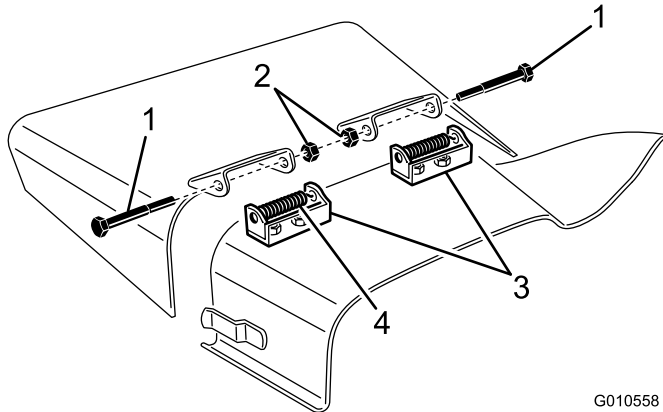

Bild 29
4. Entfernen Sie die zwei Kopfschrauben, Sicherungsmuttern und Federn, mit denen die Befestigungen des Ablenkblechs an den Schwenkhaltungen befestigt sind (Bild 29).
5. Entfernen Sie die Schlossschrauben und die Muttern, um die Schwenkhaltung abzunehmen (Bild 29).